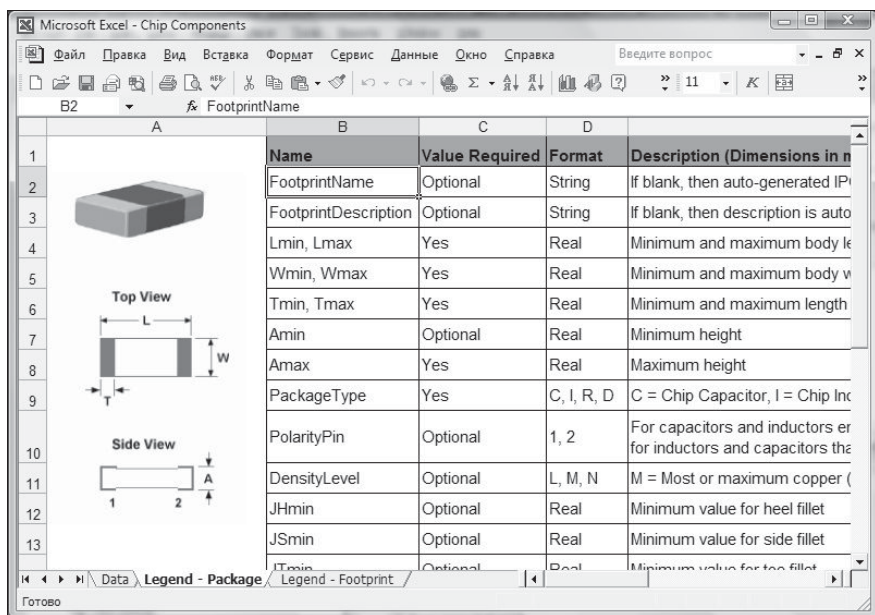

Рис. 2.23. «Легенда» ТПМ компонента ЧИП
- на вкладке **Legend - Package** содержится лист подсказки с графическим изображением и обозначением формы и основных размеров проектируемого ТПМ, подлежащих занесению в ячейки рабочего листа (рис. 2.23).